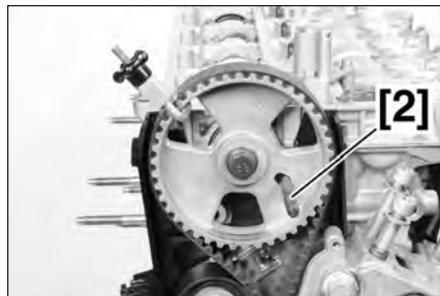

FIG.9
• Tourner le moteur par la vis de la poulie d'accès jusqu'à ce qu'il soit possible d'engager l'outil [2] (Fig.9).